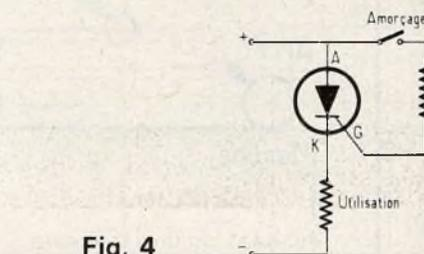

Fig. 4
- Couper, même un court instant, le circuit anode-cathode grâce à un contact ou un transistor (**fig. 4**).
### Fonctionnement détaillé (fig. 4)